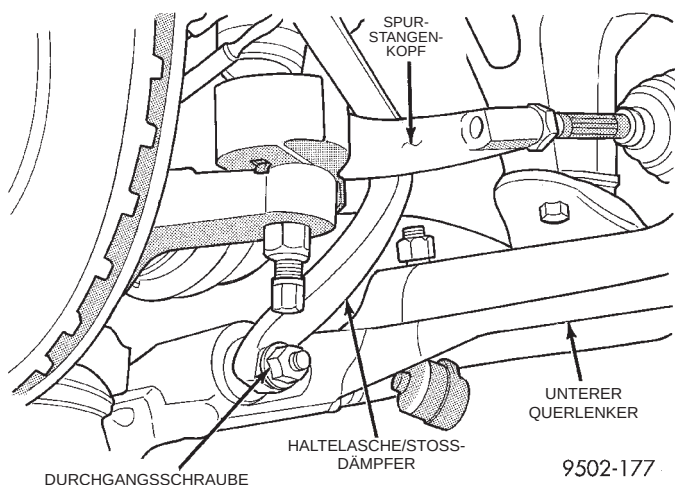

Abb. 15 Befestigung der Haltelasche am unteren Querlenker
ACHTUNG! Beim Abbau der Haltelasche des Stoßdämpfers vom unteren Querlenker (Abb. 15) die Durchgangsschraube nicht in die Haltelasche drehen. Hierdurch werden die Verzahnungen von Schraube und Haltelasche beschädigt.
(7) Die Durchgangsschraube (Abb. 15) lösen, mit der die Haltelasche am unteren Querlenker befestigt ist.
(13) Durchgangsschraube der Haltelasche am unteren Querlenker einbauen (Abb. 15). Die Schraube noch nicht festziehen.